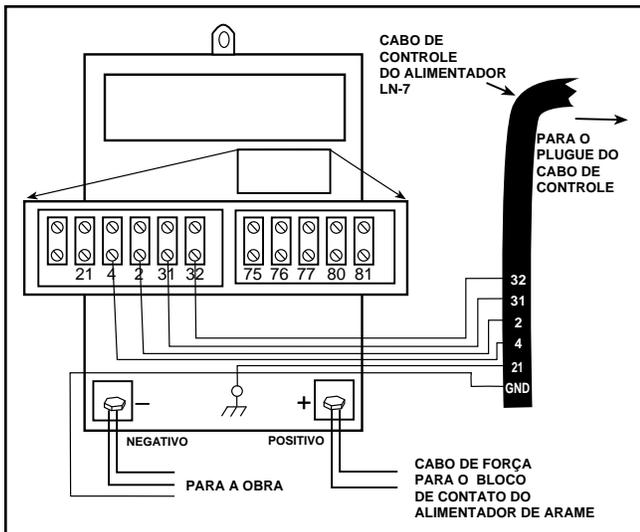

FIGURA C.8 - CONEXÃO DO ALIMENTADOR LN-7 À IDEALARC DC-600
3. Conecte o cabo de controle do alimentador à barra de terminais da IDEALARC DC-600 como mostrado na Figura C.8.
NOTA: O diagrama de conexão da Figura C.8 mostra a conexão positiva do arame. Para trocar a polaridade: